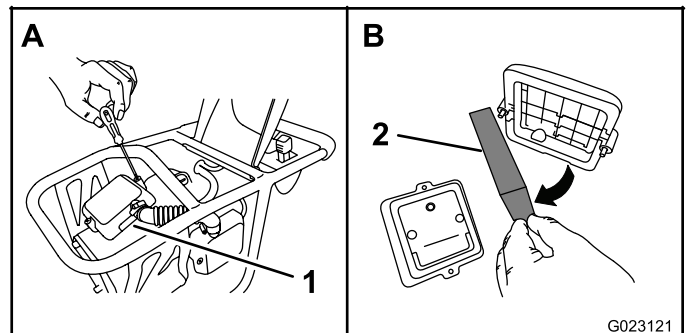

Figure 16
2. Retirez les vis qui fixent le couvercle au boîtier du préfiltre (Figure 16), et déposez le couvercle.